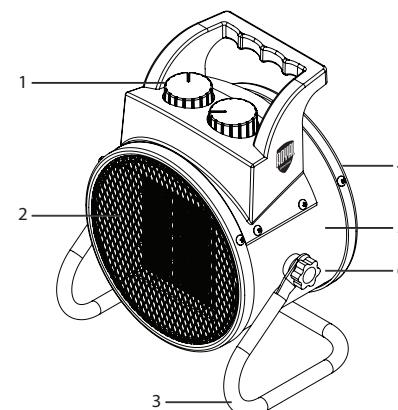

Рис. 1
Несущая конструкция тепловентилятора (см. рис. 1) состоит из корпуса (5), изготовленного из листовой стали и имеющего цилиндрическую форму. В корпусе размещены вентилятор и металлокерамический нагревательный элемент. Снаружи корпуса расположен блок управления (1). Корпус, закрытый воздухозаборной (4) и воздуховыпускной (2) решетками, винтами устанавливается на основанию-подставке (3) и имеет возможность поворота в вертикальной плоскости, угол поворота фиксируется винтами (6). Вентилятор затягивает воздух через отверстия воздухозаборной решетки. Воздушный поток, втянутый вентилятором в корпус, проходя через нагревательный элемент, нагревается и подается в помещение через отверстия воздуховыпускной решетки.